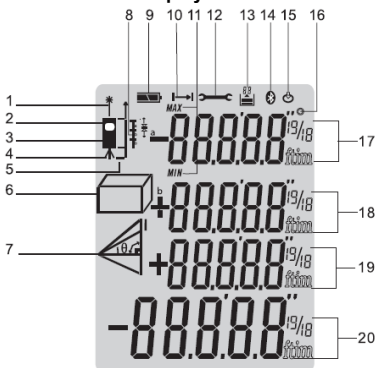
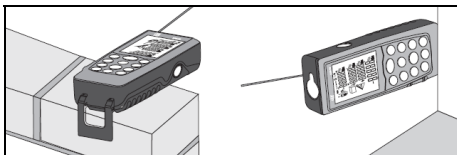
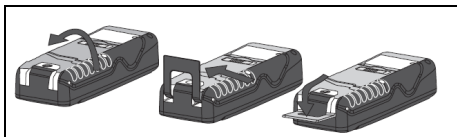

Fig. 2: Descrizione simboli a display
Fig. 3: Misura distanza su lati e angoli
Fig. 4: Apertura leggio per misura su angoli
- **Treppiede** → (vedere Fig. 2 – Pos. 4) Tenere premuto il tasto  per 2s. La misura è eseguita dal foro di inserimento del treppiede
- **Livello strumento + leggio** → Lo strumento è dotato di un leggio apribile per appoggiare comodamente l'unità a superfici piane (vedere Fig. 3). Con leggio in posizione 90°, spostarlo delicatamente verso destra e aprirlo completamente (vedere Fig. 4). In questa posizione, appoggiando lo strumento su un angolo o scalino esso si configura automaticamente con il livello mostrato in Fig. 2 – Pos. 5). Spostare ancora delicatamente sulla destra e ruotare il leggio per richiuderlo sullo strumento